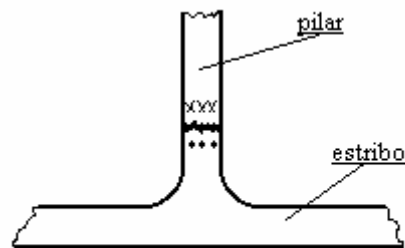

figura 12
2.6.- Unión con pieza interior de refuerzo.- Es muy robusta y se emplea tanto en la sustitución parcial de largueros delanteros como de pilares y montantes (figura 12)